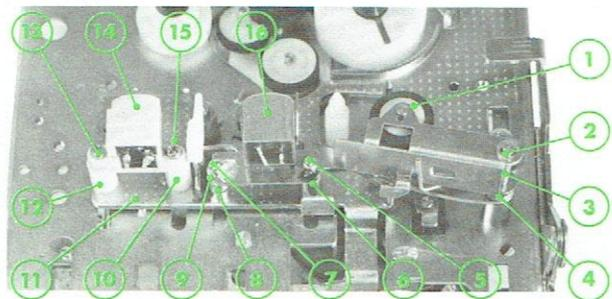
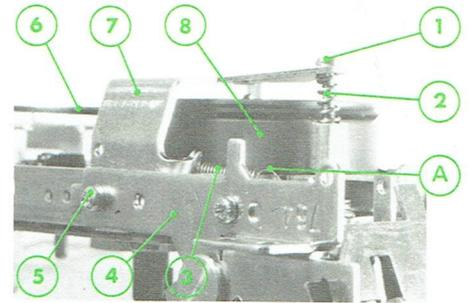

Fig. 4
Fig. 5
F. REMPLACEMENT DES TÊTES ENREG./LECT. ET EFFACEMENT (Fig. 4)
- 2° - Démontage de la tête d'effacement (14).
- Dessoudez les fils de liaison de la tête d'effacement (14).
- Enlevez les vis (13) et (15).
- Retirez la tête d'effacement (14) et les entretoises (10) et (12) de la platine mobile (11).
- 3° - Démontage de la tête enreg./lect. (16)
- Dessoudez les fils de liaison de la tête enreg./lect. (16).
- Enlevez les vis (5) et (7).
- Retirez la tête enreg./lect. (16), le ressort (8), la rondelle (9) et l'entretoise (6).
G. DÉMONTAGE DU GALET PRESSEUR (Fig. 4)
- 2° - La touche lecture étant en position repos, enlevez l'anneau d'arrêt (2).
- 3° - Retirez par traction le galet presseur (1) puis le ressort (4) de l'axe (3).
H. DÉMONTAGE DU VOLANT ET REMPLACEMENT DE LA COURROIE D'ENTRAÎNEMENT (Fig. 5)
- Si tel n'est pas le cas, il convient de changer le ressort (3) (Fig. 5).